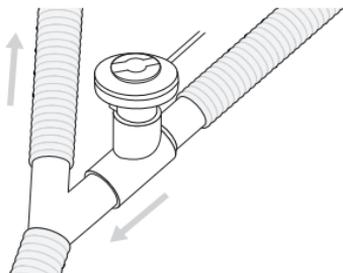

Figura 6. Collegamento di Aerogen Pro a un circuito di respirazione per adulti
1. Nei circuiti di respirazione per adulti collegare il nebulizzatore al ramo inspiratorio del circuito di respirazione inserendo l'elemento a T per adulti prima del raccordo a Y diretto al paziente (figura 6).
Nota: la figura 6 mostra solo la configurazione per adulti